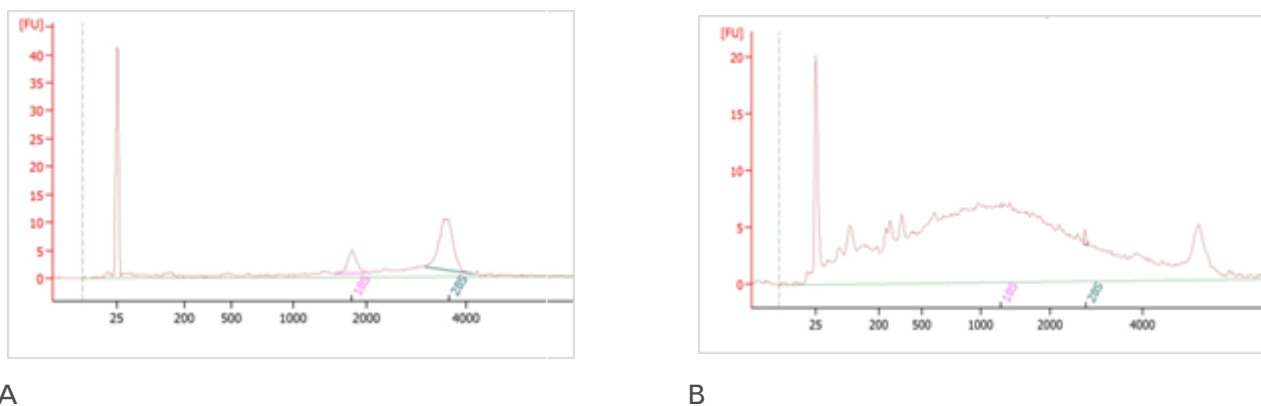

图 1 RNA 样本使用 Agilent RNA 6000 Pico 芯片检测结果
- 取 1 μ L 纯化后的样本，采用 Agilent RNA 6000 Pico 芯片（需自备，见第 2 页“自备物料清单”，具体操作步骤见该产品的操作说明），用 Agilent 2100 Bioanalyzer 进行检测。如图 1 A，在未去除核糖体 RNA 的 total RNA 样本 2100 图中，有明显的 18 S 和 28 S 峰；如图 1 B，在去除核糖体 RNA 后的 RNA 样本 2100 图中，18 S 和 28 S 峰消失，去除效果较好。